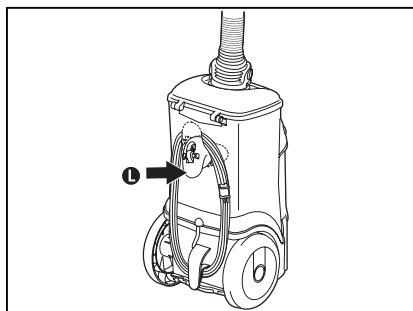

Fig. 7
Étape 5: Faites tourner le crochet de cordon (L) situe sur la partie inferieure du traîneau pour liberer le cordon (Fig. 7).
Étape 3: Faites tourner le crochet de cordon (L) situe sur la partie inferieure du traîneau pour liberer le cordon (Fig. 7).